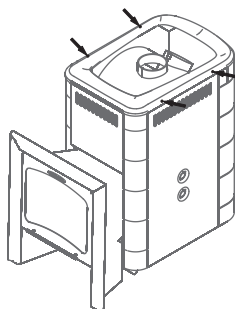

Рисунок 8. Винты для демонтажа рамки конвектора печи «Ангара 2012 Витра»
1. Снять рамку конвектора, открутив 4 самореза (рисунок 8)